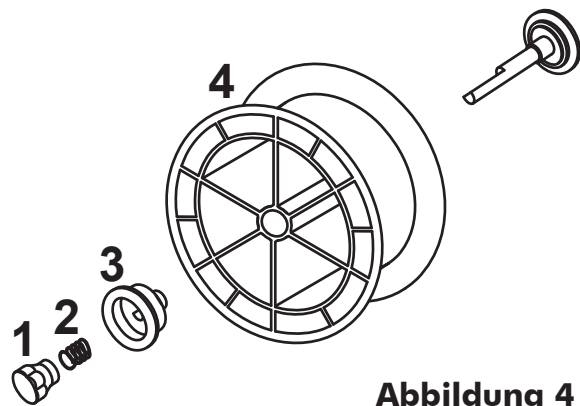
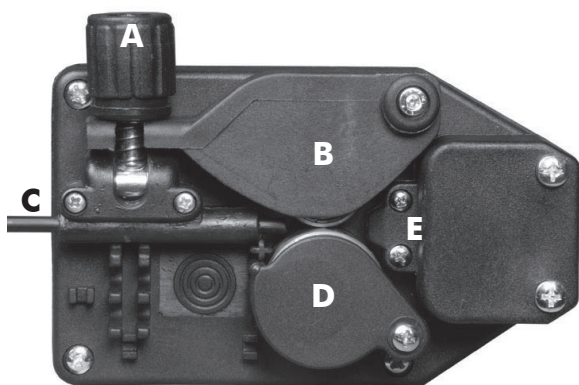

Abbildung 4
Abbildung 5
- Lösen Sie die Mutter (1) vom Drahtspulenhalter (Bremse) und entfernen Sie die Feder (2) und den Ring (3). (Fig.4)
- Entfernen Sie den Plastikschild von der Spule (4) und stecken Sie die Drahtspule auf dem Spulenhalter.
- Befestigen Sie nun den Ring(3), die Feder(2) und Mutter(1). Diese Teile bilden das Bremssystem der Drahtspule. ACHTUNG: Ziehen Sie die Mutter nicht zu fest an, zu festes anziehen der Mutter führt zu Überlastung des Antriebs. Zu lockere Einstellung verhindert, dass sofortige Stoppen der Drahtspule nach Beendigung des Schweißvorganges.
- Lösen Sie den Knopf (A) und ziehen Sie diesen aus der Arretierung (Fig.5). Öffnen Sie den Arm (B) der Drahtvorschubeinheit.
- Schneiden Sie das gebogene Drahtende ab und führen Sie das Ende in die Drahtzuführung (C) ein.
- Drücken Sie den Arm (B) auf die Antriebsrolle (D) und fixieren diesen mit dem Knopf (A).
- Stellen Sie den Anpressdruck, des Drahtes, an Knopf (A) ein. Sodass ein Reibungsloser Drahtvorschub